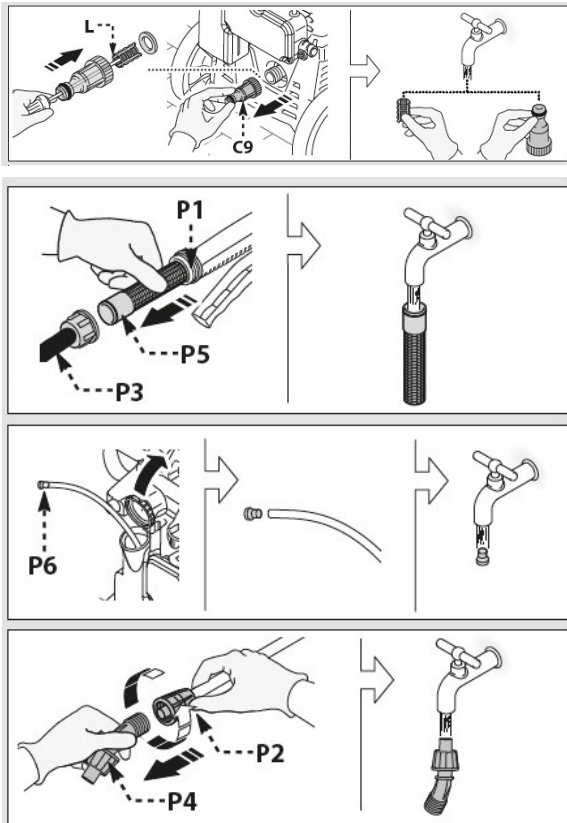

Abb. 10: Reinigung der Düse (Sprühmodus) und des Filters
Schritt 1: Die Düse (Pos. P4, Abb. 10) ausbauen.
Überprüfen Sie den Saugfilter (Pos. L, Abb. 10) vor jedem Gebrauch und reinigen Sie ihn wenn nötig.
Reinigen Sie den Pistolen- (Pos. P5, Abb. 10) und den Tankfilter (Pos. P6, Abb. 10) nach jedem Gebrauch.
Pistolenfilter (P5, Abb. 10): Wenn die Strahldurchflussmenge abnimmt, schrauben Sie die Ringmutter an der Basis des Griffs (P1) ab, entfernen Sie den Filter (P5) im Inneren der Pistole, spülen Sie ihn mit sauberem Wasser und setzen Sie ihn wieder ein.
Tankfilter (Pos. P6, Abb. 10): Öffnen Sie den Tankverschluss (Pos. B6, Abb. 10), ziehen Sie den Saugschlauch heraus, entfernen Sie den Filter (Pos. P6, Abb. 10), spülen Sie ihn mit sauberem Wasser und setzen Sie ihn wieder ein.
Saugfilter (Pos. L, Abb. 10) verschmutzt.	Den Filter reinigen.
Filter oder Düsen verstopft.	Filter (Pos. P5, Abb. 9), (Pos. P6, Abb. 10) und Düsen (Pos. P4, Abb. 9) kontrollieren und reinigen.